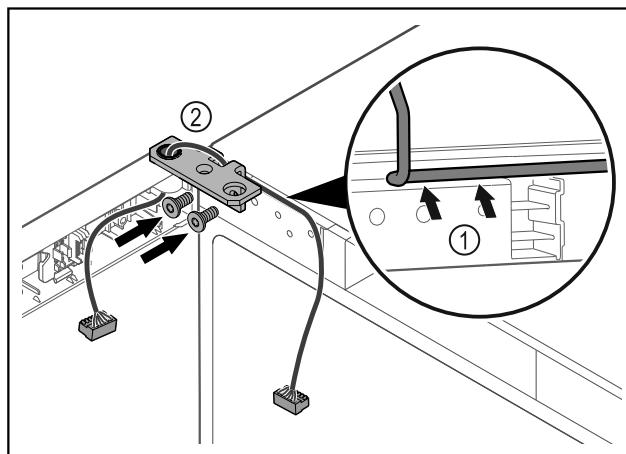

Fig. 46
- Вкарайте кабела през прореза на ъгъла на пантата и го положете внимателно Fig. 46 (1).
- Завинтете ъгъла на пантата Fig. 46 (2).